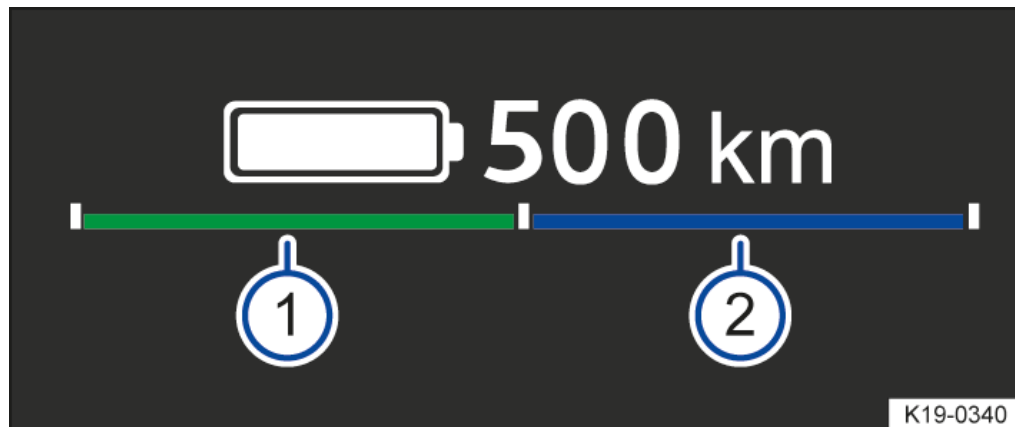

Abb. 1 Im digitalen Kombi-Instrument: Fahrleistungsanzeige (Prinzipdarstellung).
Die Fahrleistungsanzeige zeigt mithilfe des in der Mitte geteilten Balkens dauerhaft die Verfügbarkeit von Rekuperation → Abb. 1 ① (grün) nach links und von Vortrieb → Abb. 1 ② (blau) nach rechts an. Wenn der jeweilige Balken bis zur Endmarkierung reicht, besteht uneingeschränkte Verfügbarkeit. Bei einer Einschränkung wird der Balken entsprechend verkürzt dargestellt.